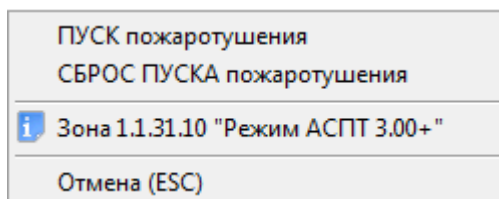

Рисунок 8-149 Контекстное меню для входа с типом "Режим прибора"
- Управление пуском пожаротушения и сбросом (отменой) пуска пожаротушения (см. Рисунок 8-149);